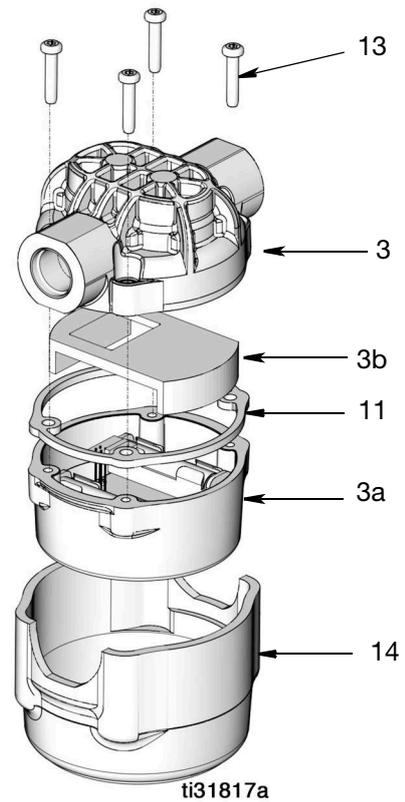

FIG. 14
2. Retirer la protection contre les chocs (14) (FIG. 14).
3. Retirer les 4 vis (13) du boîtier du compteur (3), et retirer la collerette de l'électronique (3a) (FIG. 14).
4. Retirer le dispositif de retenue de pile (3b) (FIG. 14).
7. Remettre en place le dispositif de retenue de pile (3b) (FIG. 14).
8. (Remonter le joint de la collerette (11) par-dessus le bord, en haut de l'unité de dosage (3). Placer la collerette de l'électronique (3a) sur le joint de la collerette (11) (FIG. 14).
9. Remettre les vis en place (13) (FIG. 14). Serrer les vis selon un schéma diagonal à 1,7-2,8 N-m (15-25 in-lbs).
10. Remettre en place la protection contre les chocs (14) (FIG. 14).